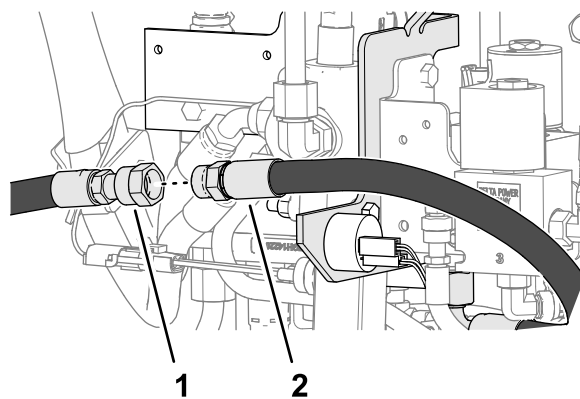

Figure 26
2. Branchez le raccord droit du flexible de 42 cm sur le raccord du flexible marqué « Pompe » (Figure 26).